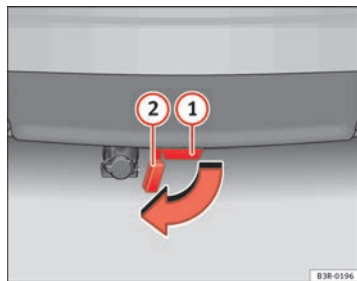

Abb. 152 Stoßfänger
- Klappen Sie den Verschlussdeckel ② ⇒ Abb. 152 des Aufnahmeschachts ① unterhalb des Stoßfängers bis zum Endanschlag heraus. Der Verschlussdeckel verrastet am Endanschlag automatisch.